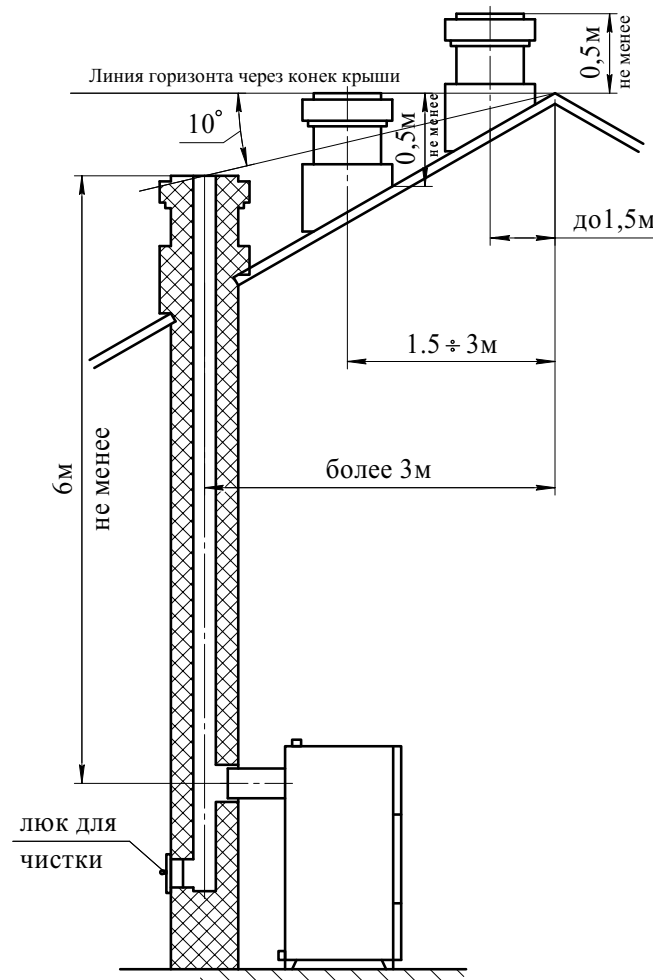

Рис. 7 Варианты установки дымоходной трубы
6.9. Высоту дымовой трубы над крышей (в зависимости от расстояния ее до конька крыши) выполнить как показано на рис. 7.